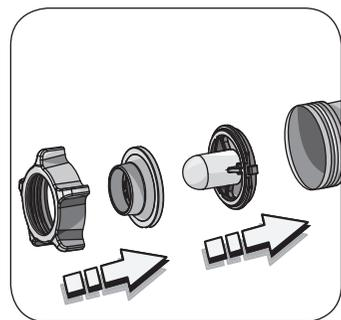

Fig. 9
- Posizionare il supporto dell'accessorio per polpette (H) e l'accessorio per polpette (G) nella tramoggia (Fig. 9). Le tacche laterali devono inserirsi perfettamente negli intagli ricavati sulla tramoggia.
- Ruotare e stringere la ghiera (U) sulla tramoggia per bloccare l'accessorio utilizzato.